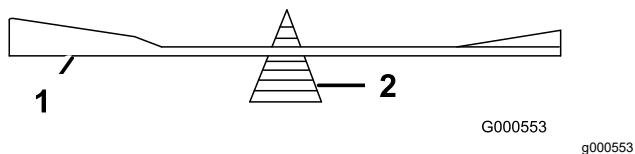

Рисунок 80
2. Перевірте баланс ножа, встановивши його на балансир леза (Рисунок 80).